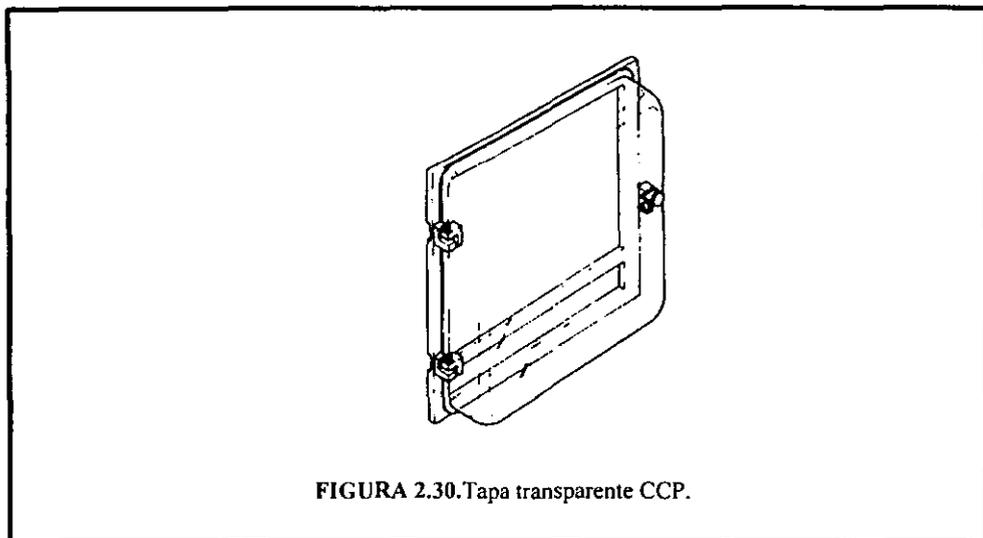

FIGURA 2.30. Tapa transparente CCP.
**Tapa transparente CCP.**- Esta tapa va montada sobre el marco de puerta (CDP) sobre bisagras y equipada de un cierre por tornillos como se muestra en la figura 2.30, permitiendo un grado de protección IP 549 y pudiendo montarse en aparatos fijos y removibles. La protección IP 549 es para un aparato instalado en armario detrás de una puerta equipada con la tapa transparente a prueba de agua.